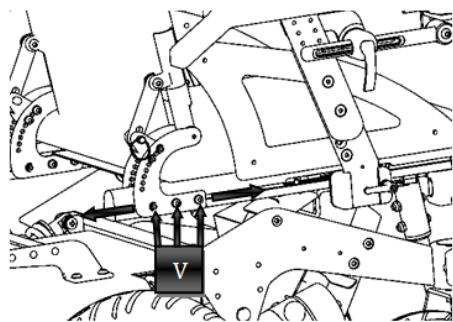

Figura 30
Facendo riferimento alla Figura 30 allentare le viti (V), muovere lo schienale fino a raggiungere la posizione desiderata e stringere di nuovo le viti. NOTA: per l'operazione utilizzare una chiave per bulloni ad esagono incassato da 4 mm.